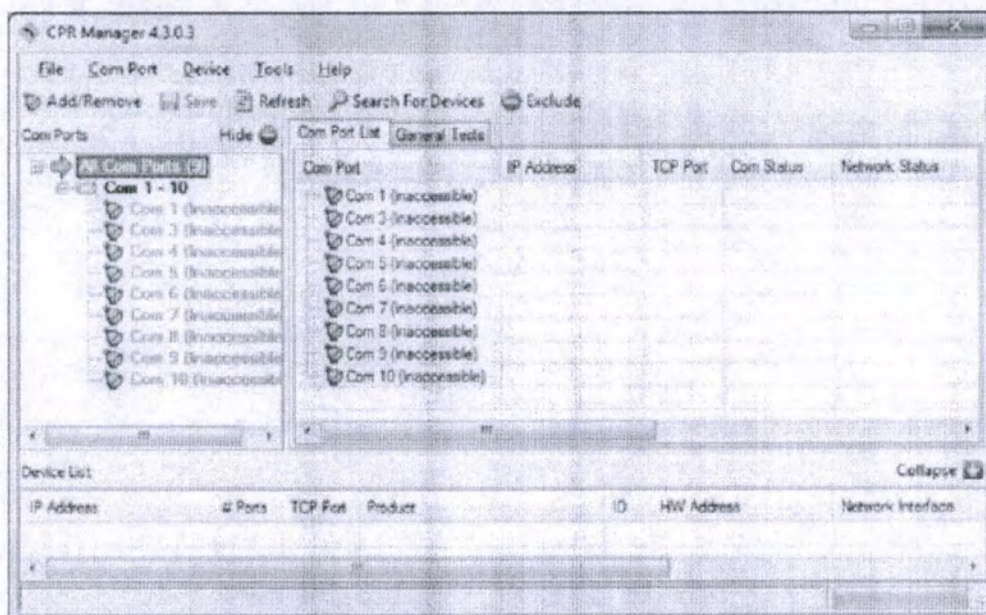

рис. 76
2. Откройте программу «CPR Manager». См.рис. 76.